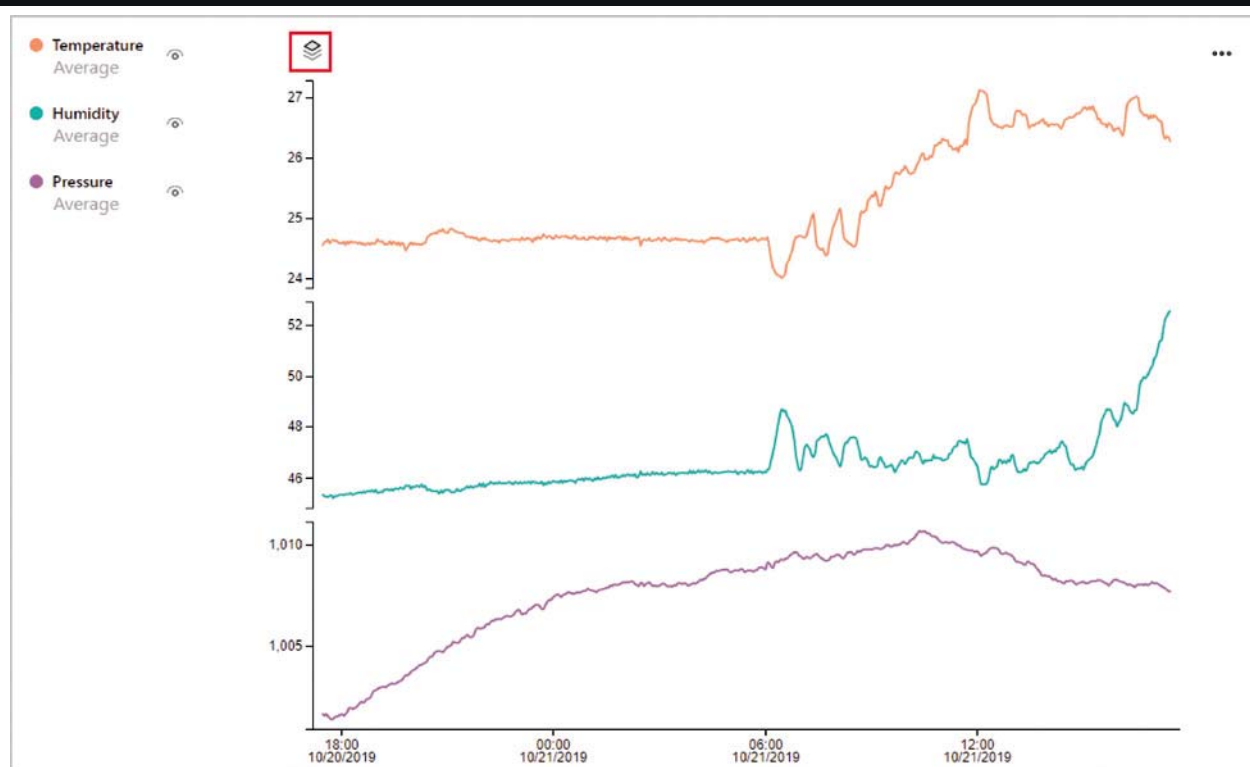

Fig. 11 - Il Controllo del formato dell'asse y.
- Controllo del formato dell'asse y (Fig. 11): la modalità dell'asse y scorre le opzioni di visualizzazione asse y disponibili. Questo controllo è disponibile solo quando vengono visualizzate diverse telemetrie. È possibile impostare l'asse y selezionando una delle tre modalità seguenti: